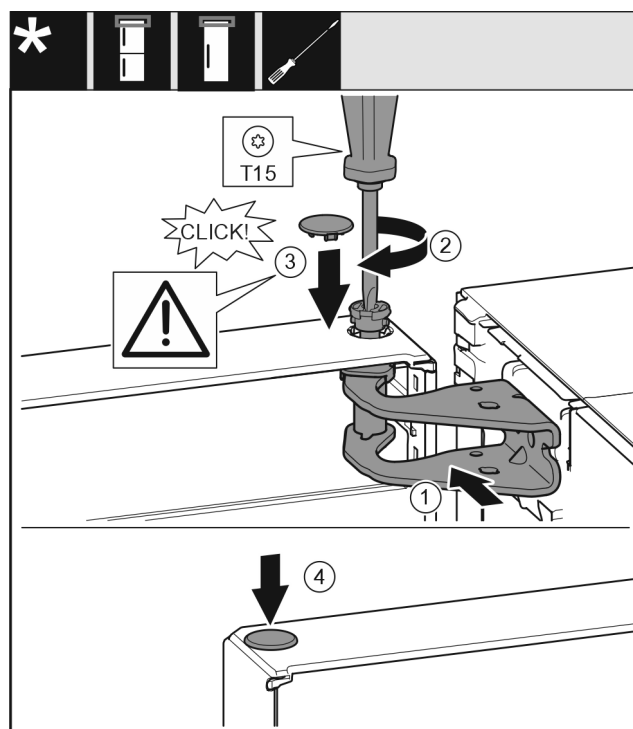

Fig. 19
- ▶ Dveře nahoře vyrovnejte s otvorem ve stojanu ložiska. Fig. 19 (1)
- ▶ Vložte čep a pevně jej utáhněte šroubovákem T15. Fig. 19 (2)
- K zajištění dveří namontujte bezpečnostní kryt: Bezpečnostní kryt nasadíte a zkontrolujete, zda přiléhá na dveře. V opačném případě čep zcela zasuňte. Fig. 19 (3)
- Vložte zátku. Fig. 19 (4)